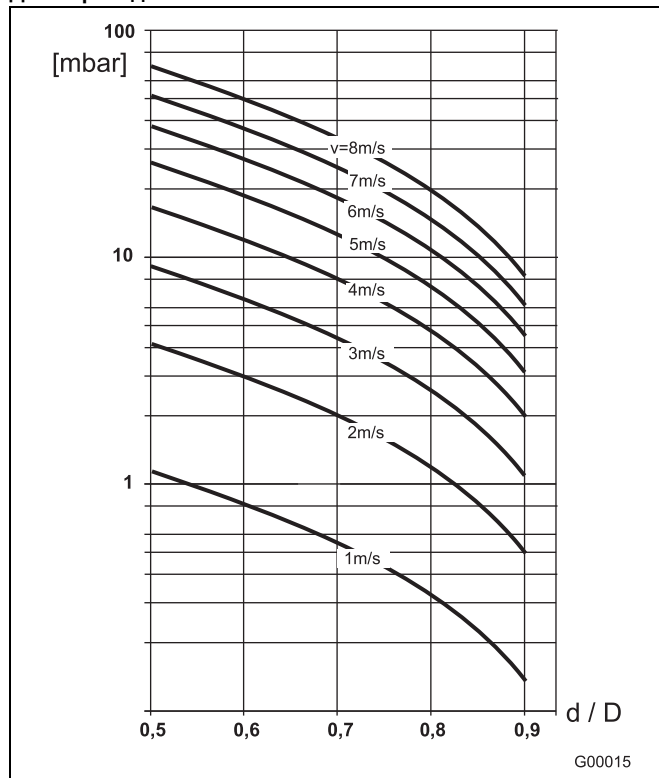

Рис. 25
2. По номограмме расхода (рис. 25) определить скорость потока.
3. На рис. 25 по оси Y определить потерю давления.